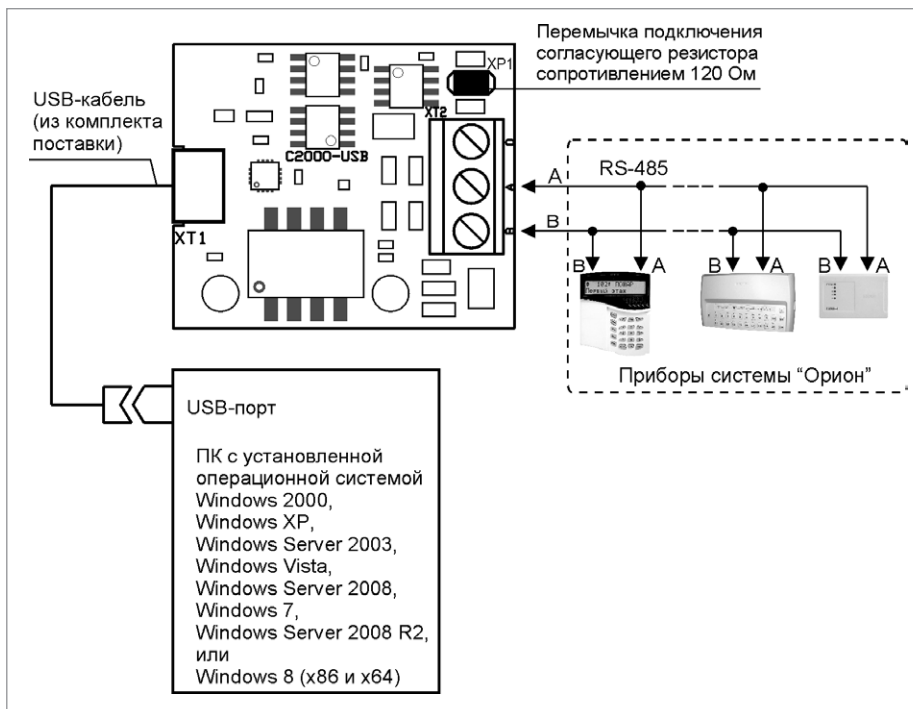

Рисунок 6. Схема внешних соединений «С2000-USB»
1.3. Подключите преобразователь в соответствии с проектной документацией и схемой на рис. 6.